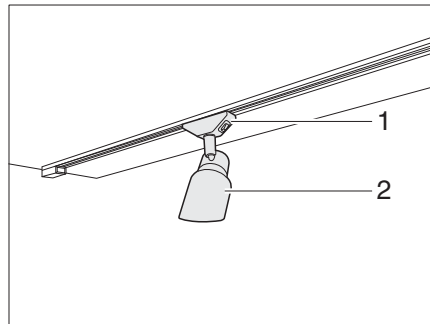

Fig. 43 Spot DEL
- Saisir le support (Figure 43,1) et le tourner de 45°.
- Retirer le spot DEL (Figure 43,2) du système de rail.
- Placer le spot DEL (Figure 43,2) à la position désirée dans le système de rail et le tourner de 45°.
- Tourner le support (Figure 43,1) de 45°.